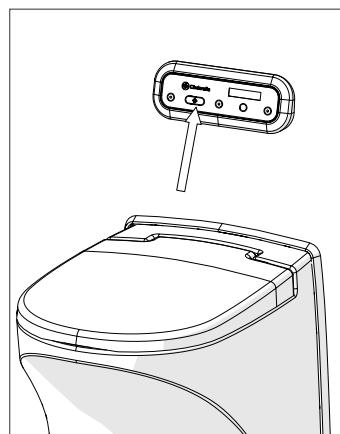

Ilustración 3
6. Presione el botón de inicio (ilustración 3). Cuando la trampilla se cierra, comienza la incineración. El inodoro vuelve a estar listo para una nueva visita. Tardará aproximadamente 3 minutos antes de que se encienda el quemador.